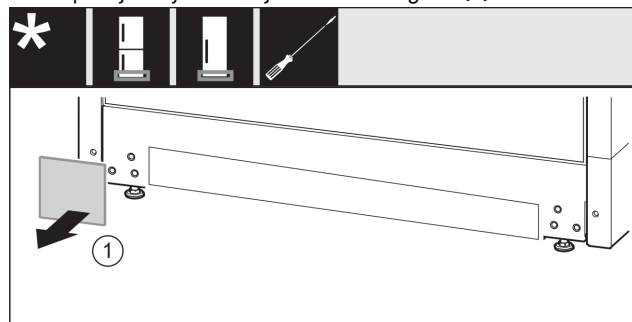

Fig. 15
- ▶ Snemite oblogo. Fig. 15 (1)